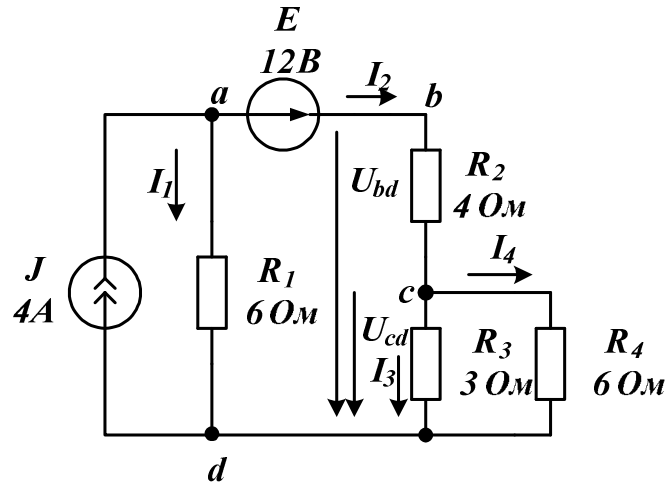
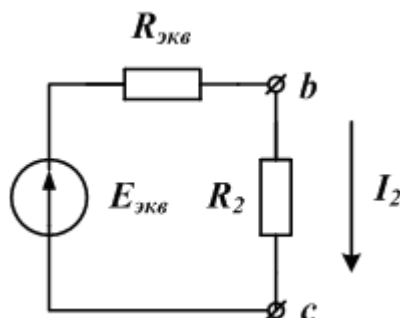

Рис.1.3. Схема к заданию №1
Рис.1.7. Схема эквивалентного генератора
Схема электрической цепи изображена на рис.1.3. Найти токи во всех ветвях и напряжения U_{bd} и U_{cd} .
В схеме рис.1.3 требуется найти ток только в одной ветви, например, ток I_2 в ветви bc . Такой расчет проще сделать *методом эквивалентного генератора*. Для этого отключим временно резистор R_2 и найдем напряжение холостого хода $U_{bcxх}$ между точками bc . Затем найдем входное сопротивление $R_{bcвх}$ схемы относительно точек bc . Заменяем цепь с нагрузкой R_2 эквивалентным генератором рис.1.7, в котором $E_{\text{экв}} = U_{bcxх}$, $R_{\text{экв}} = R_{bcвх}$.
В схеме рис.1.3 найти ток нагрузки I_2 и мощность в нагрузке методом эквивалентного генератора.
1. В режиме холостого хода ток в схеме рис.1.3 будет проходить только в источнике тока и резисторе R_1 . Напряжение холостого хода найдем по формуле: $U_{bcxx} = U_{abxx} + E = IR_1 + E$.